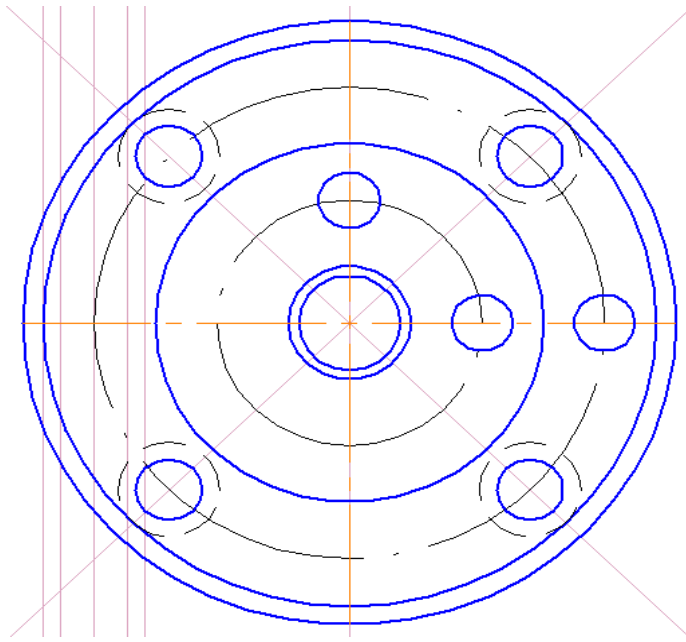

Рис. 19
- j. На пересечении этих биссектрис и штрихпунктирной окружности диаметром 50 создайте **4 окружности диаметром 6,5** (стиль основная) и **4 окружности** с центром в той же точке **диаметром 10** (стиль штриховая). Результат рис. 19.